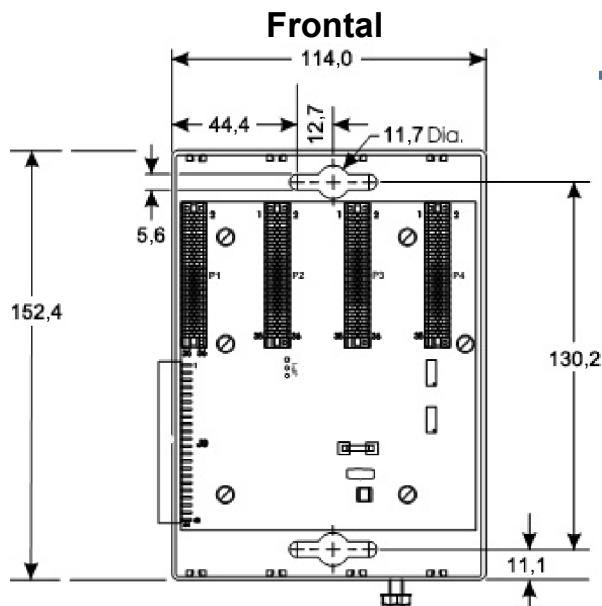

Figura 3. Dimensiones (en milímetros) de la carcasa de expansión de 4 ranuras del ControlWave Micro
- Carcasa de expansión.** Coloque la carcasa de expansión a la derecha de la carcasa de base y ubique los orificios de montaje con la carcasa de expansión como plantilla (vea la *Figura 3* para conocer las dimensiones).